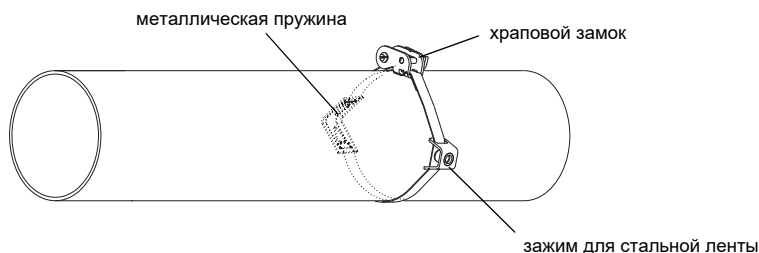

Рис. 8.40: Стальная лента с металлической пружиной, храповым замком и зажимом для стальной ленты на трубе
- Разместите стальную ленту вокруг трубы (смотри Рис. 8.40).